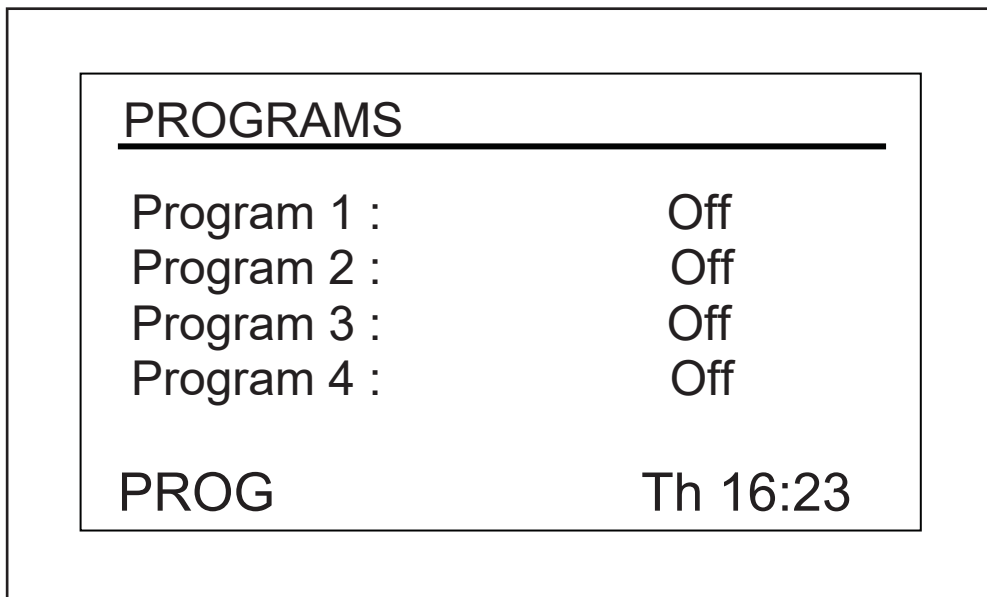

Fig. 9-10: Schermata dei programmi
Per inserire la modalità di programmazione, utilizzare la manopola di controllo per selezionare la schermata *PROG* (vedi Fig. 9-10 a pag. 61). A questo punto, si può ricorrere alle opzioni *Run* (esecuzione programma), *Edit* (modifica programma), *New* (creazione nuovo programma) oppure *Off* (spegnimento programma). *Off* è la modalità predefinita.
1. Utilizzare la manopola di controllo per evidenziare la modalità del programma 1 (nella nostra schermata di esempio, (vedi Fig. 9-10 a pag. 61), è *Off*), poi far scattare la manopola premendola. Il campo selezionato inizia a lampeggiare.